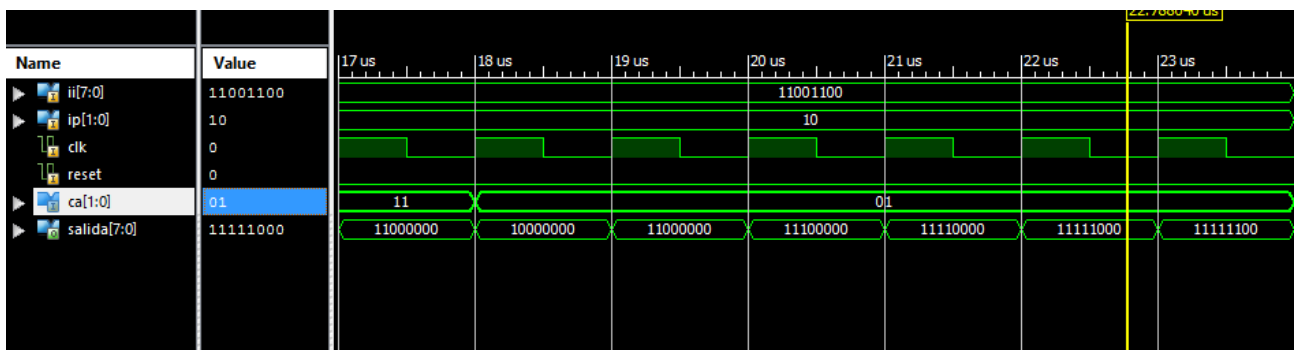

Figura 8 – Simulación Desplazamiento a la Izquierda
Ya que nuestras salidas estan inicializadas, el reset se mantiene en cero y el que varia como siempre es el CLK. Como se puede ver en la figura 8 nuestro control ca esta en “01” lo cual nos determina que la funcion a realizar es el desplazamiento a la izquierda, y vemos como en cada flanco nuestra salida va a cambiando, cargando con unos del bit mas significativo al menos significativo en cada flanco del CLK. Se carga con unos ya que la entrada lp(1) esta en uno, si lp(1) fuera cero, sucederia lo mismo pero con ceros, del bit mas significativo al menos significativo uno a uno se cargaran con ceros.